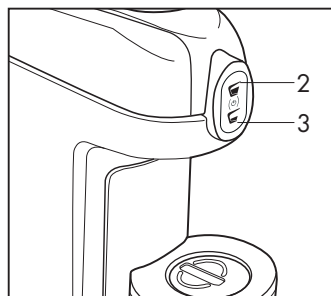

Abb.4
- Schalten Sie das Gerät ein, indem Sie eines der Symbole (2) oder (3) (**Abb.4**).
Um das Gerät wieder zu benutzen, drücken Sie ein Abgabesymbol (2-3) und warten Sie auf das Erwärmen: Die Abgabesymbole (2-3) blinken abwechselnd, bis die Temperatur erreicht ist; wenn die Symbole (2-3) fest leuchten, ist das Gerät betriebsbereit. (**Abb. 4**)
Das Gerät kann abgeschaltet werden, indem die Symbole (2-3) gleichzeitig und für 5 Sekunden gedrückt gehalten werden (**Abb.4**)
- Kontrollieren Sie, dass keine Kapseln im Gerät enthalten sind und dass der Behälter (8) mit Wasser gefüllt ist. Schalten Sie das Gerät ein, indem Sie eines der Symbole (2-3) oder gleichzeitig die beiden Symbole (2-3) für das Modell 2 Tassen drücken. Bei Modell 1 Tasse drücken Sie das Symbol (3) (**Abb.4**)